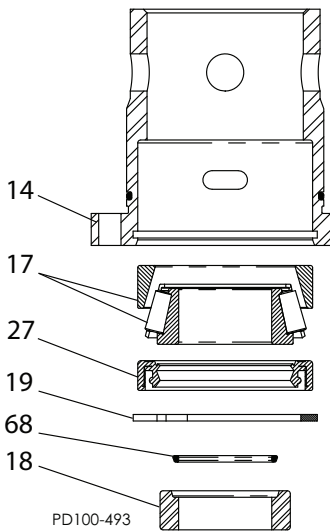

Abb. 43- Pressen Sie die Welle aus dem hinteren Lager.
2. Pressen Sie wie in Abb. 43 gezeigt mit unterstütztem Lagergehäuse, die Welle aus dem hinteren Lager (Pos. 17), dem Lagergehäuse (Pos 14), den Dichtmanschetten-O-Ring (Pos. 68) und der Dichtmanschette (Pos. 18).